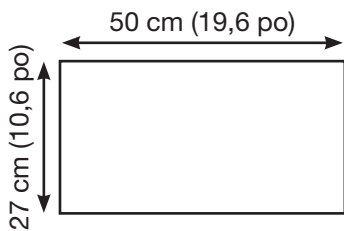

Figure 1A
- Mesurez et coupez l'ouverture au bas de l'armoire pour adapter le moteur de la hotte. (Voir figure 1A ou 1B)